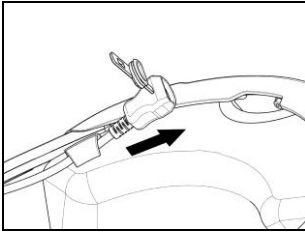

Fig. 18
- Pasar el cable con conector de recarga por la banda elástica prevista en el relleno de confort (Fig. 18).